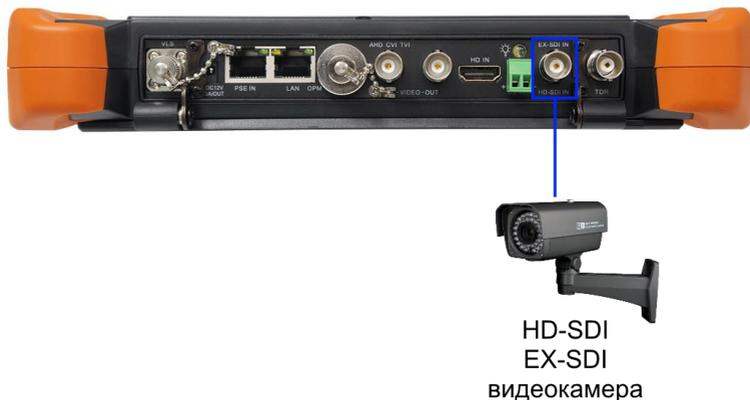

Рис. 15 Подключение EX SDI / HD SDI видеокамеры к тестеру
- Цифровая SDI видеокамера подключается к отдельному BNC-разъему с обозначением EX-SDI HD-SDI с помощью комплектного кабеля BNC-BNC (рис. 15)